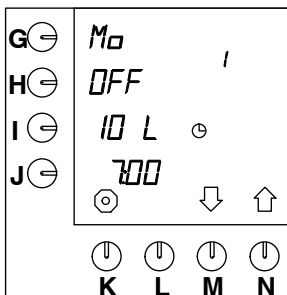

Fig. 12 Förprogrammerad standardinställning
- Sedan visas den **första** förprogrammerade tidsinställningen **för kommande dag** på displayen (fig. 12).
- Sedan visas den **första** tidsinställningen för **kommande** dag på displayen (fig. 12).